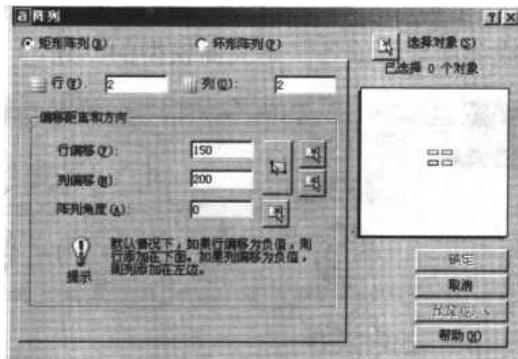

图 1-9 “阵列”对话框
(5) 在“修改”工具栏单击“阵列”按钮，打开“阵列”对话框，在该对话框中设置阵列参数，如图 1-9 所示。